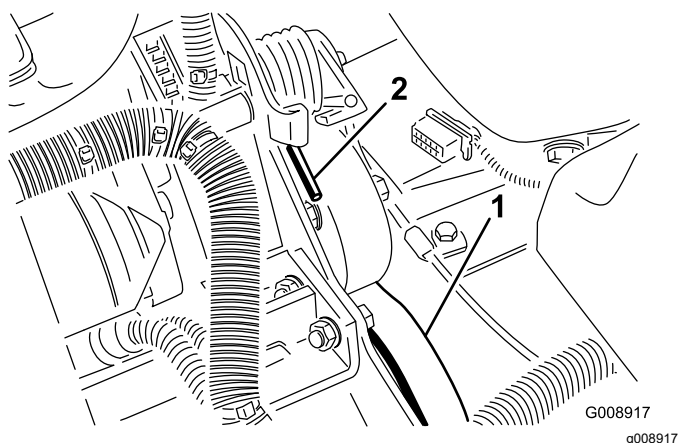

Рисунок 77
2. Нажмите вниз и вперед на конец пружины (Рисунок 77), чтобы вывести ее из зацепления с кронштейном и снять натяжение пружины.